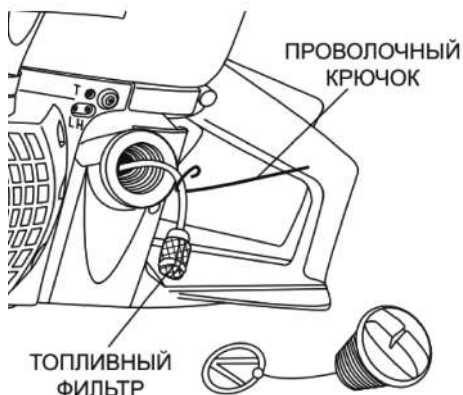

Рис. 45
3. Зацепите крючком топливный шланг с фильтром и вытяните через заливную горловину (Рис. 45).